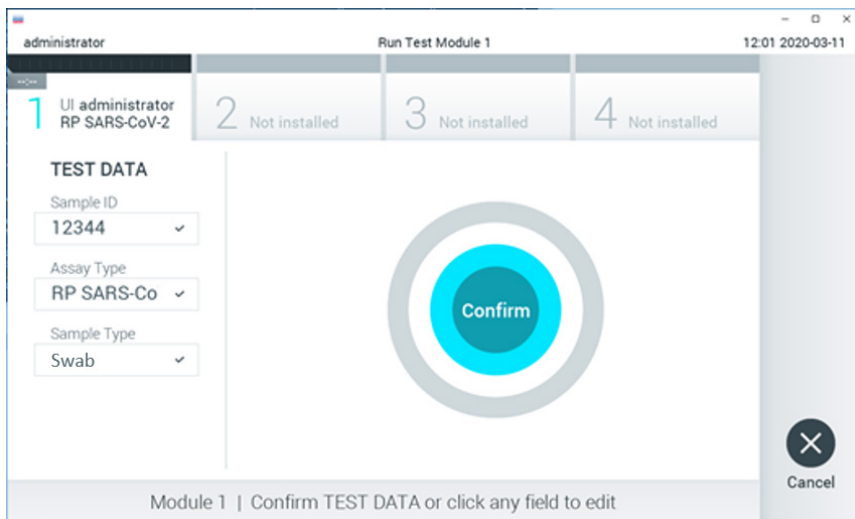

图 14. 确认输入数据。
10. 显示的数据全部正确时，请按下 **Confirm**（确认）。如果需要，请选择相应的字段来编辑其内容，或按下 **Cancel**（取消）来取消测试（图 14）。